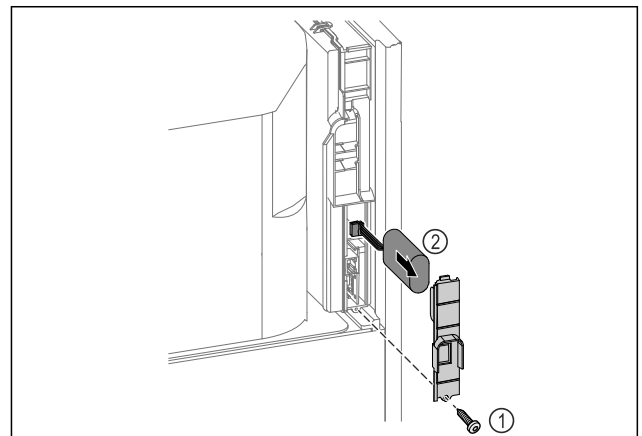

Fig. 217
- ▶ Schraube herausdrehen und Abdeckung auf der Rückseite des Gerätes entfernen Fig. 217 (1).
- ▶ Batterie abstecken und herausnehmen Fig. 217 (2).